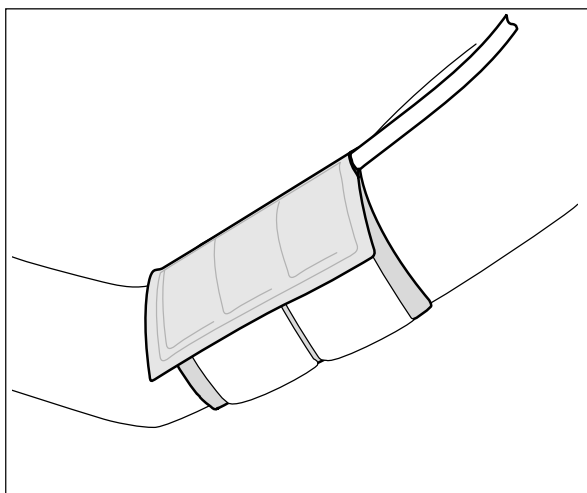

図 4-1 カフの装着
- カフのチューブが肩の方に向かってのこと (図 4-1 を参照)